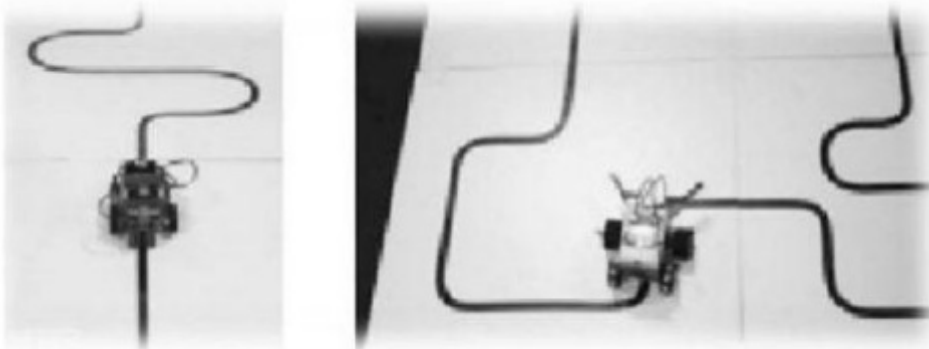

Figura 1
3.5 A figura 1 traz exemplos das disposições das linhas no ambiente. A configuração das linhas só será conhecida no momento da competição